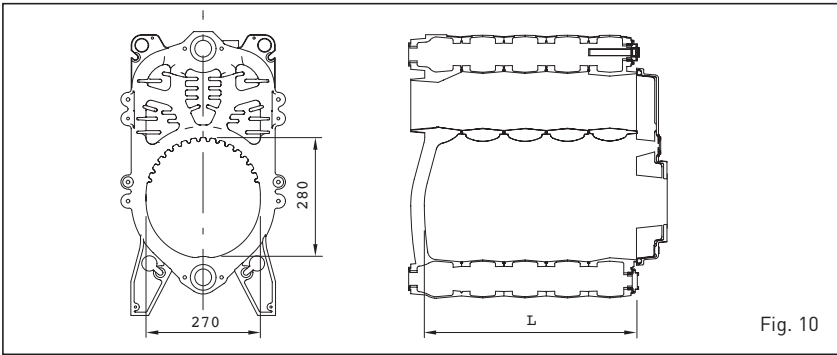

Fig. 10
3.1 DIMENSIONES CAMARA DE COMBUSTION (fig. 10)
La cámara de combustión es del tipo de pasaje directo y está en conformidad a la norma EN 303-3 anexo E. Las dimensiones están enunciadas en la fig. 10. Un respectivo tablero de protección está aplicado sobre la pared interior del cabezal posterior de todos los modelos.